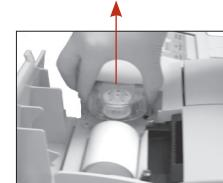

Figure 1 : Retirer la cartouche de la pompe péristaltique
- Retirer la pompe en tenant fermement le boîtier et tirer vers le haut (Figure 1).